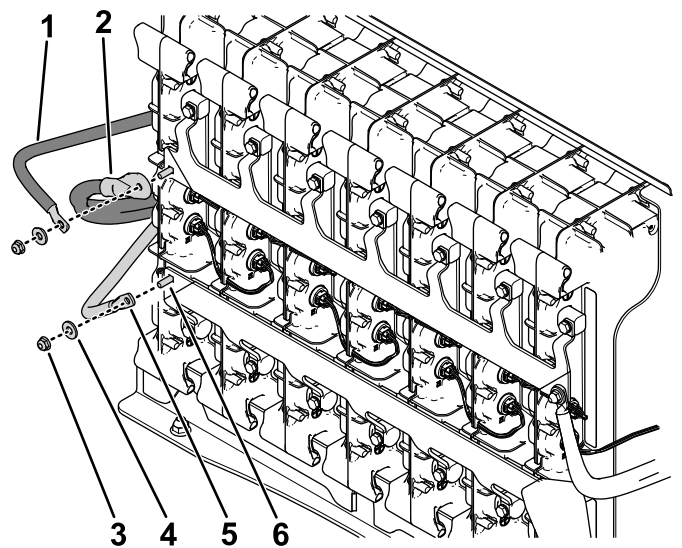

Figura 6
- Utilice 2 pernos de cuello cuadrado ($\frac{1}{4}$ "), arandelas ($\frac{1}{4}$ ") y 2 contratuercas para conectar los cables rojo y negro de las baterías a las barras de bus en la bandeja trasera de las baterías, tal y como se muestra en la Figura 6.
Nota: El cable de batería negro del kit se instala encima del cable de batería negro existente de la máquina, como se muestra en la Figura 6.